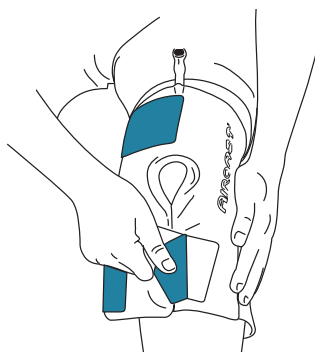

Figure 2
| 2. Ne jamais oublier de VIDER le Cryo/Cuff (Figure 2)..... | 30 |
2. Ne jamais oublier de VIDER le Cryo/Cuff (Figure 2)